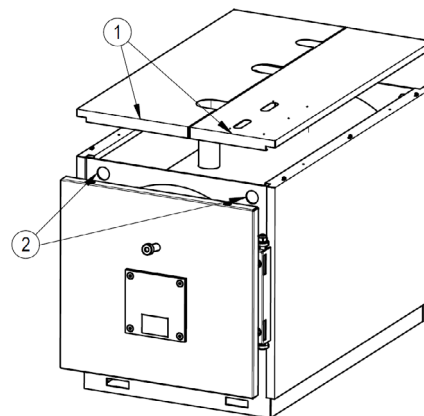

fig. 5
5.2.1 Para modelos MEGAPREX 92N+600N (Fig. 5)